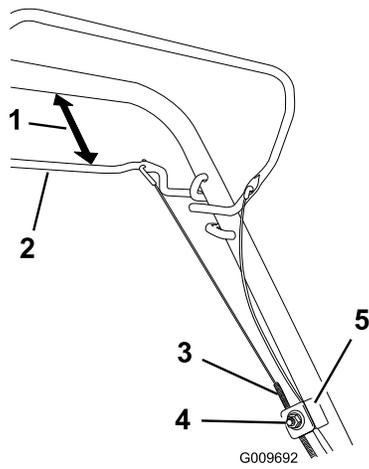

Bild 48
1. Lösen Sie die Kabelstützenmutter (Bild 48).
2. Halten Sie den Selbstantriebsbügel 25 bis 38 mm vom Bügel entfernt (Bild 48).
3. Ziehen Sie den Kabelmantel (zum Rasenmäher), bis das Kabel stramm ist (Bild 48).